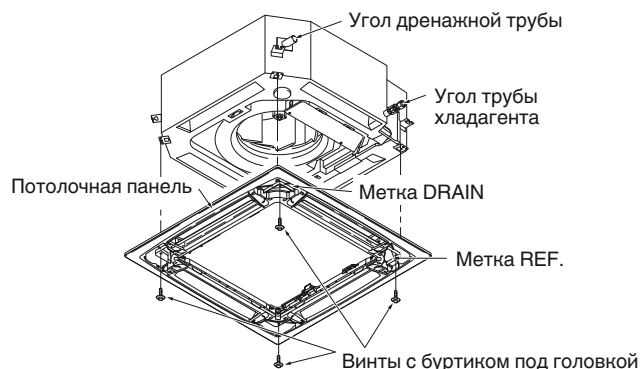

Рис. 7-5
- 3) Затяните прилагаемые винты с буртиком под головкой в 4 местах установки панели, чтобы панель была плотно прикреплена к блоку. (Рис. 7-5)